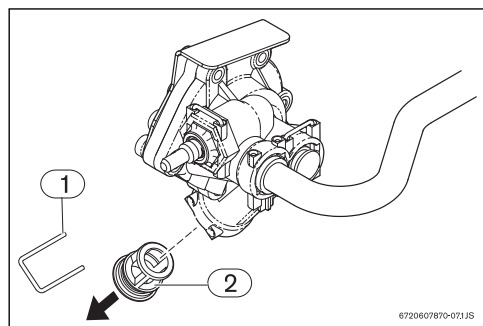

Fig. 14 Purger
- ▶ Retirer le verrou de fixation du capuchon filtre (Fig. 14, [1]) se trouvant dans la valve eau.
- ▶ Retirer le capuchon filtre (Fig. 14, [2]) de la valve eau.